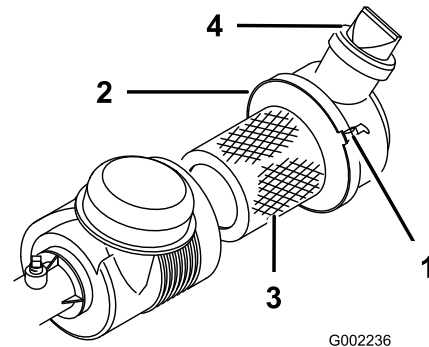

Figure 38
Recherchez sur le corps du filtre à air les dégâts susceptibles d'occasionner des fuites d'air. Vérifiez que le capuchon anti-poussière est bien serré sur le filtre à air. Remplacez le corps du filtre s'il est endommagé. Pressez la valve (Figure 38) avant chaque utilisation pour éliminer la poussière et les débris. Faites l'entretien du filtre à air toutes les 100 heures.
- Desserrez la fixation qui maintient le couvercle du filtre à air sur le corps (Figure 38) et séparez le couvercle du corps.
- Serrez les fixations (Figure 38).
4. Montez le couvercle en dirigeant la valve vers le bas, et serrez les fixations (Figure 38).